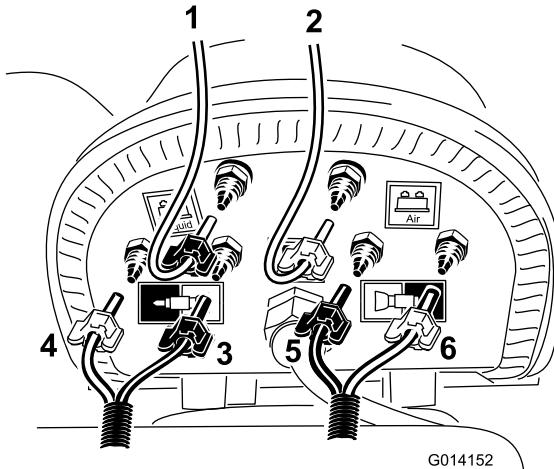

図 22
**注** 透明チューブをコンプレッサの青色すなわち液用バーブ(図 22を参照)に接続してください。青いクランプ(1個)
- B. 先ほどカットした短い、ループバック・ホースを探し出し、この透明チューブを図 22 のように、タンク・キャップ(黒)に残っているバーブに接続する。
- D. 左ブームに取り付けた泡ホースの青と白のチューブを、図 22 のように取り付ける。
- E. 右ブームに取り付けた泡ホースの青と白のチューブを、図 22 のように取り付ける。